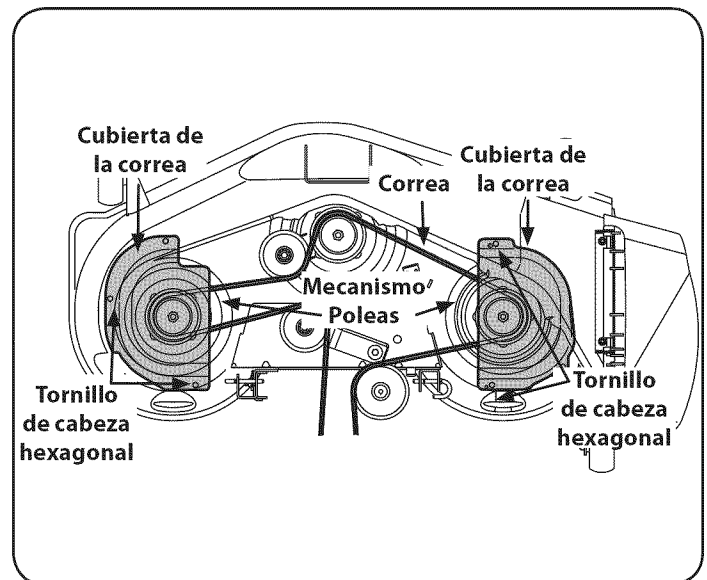

Figura 39
2. Quite los tornillos hexagonales lavadora la cinta cubre a la cubierta y quitar la correa de las poleas del husillo. Refiérase a la Figura 39.
3. Instale la nueva correa alrededor de las poleas del cabezal, como se muestra en la Figura 39 y volver a instalar el cinturón de las cubiertas.